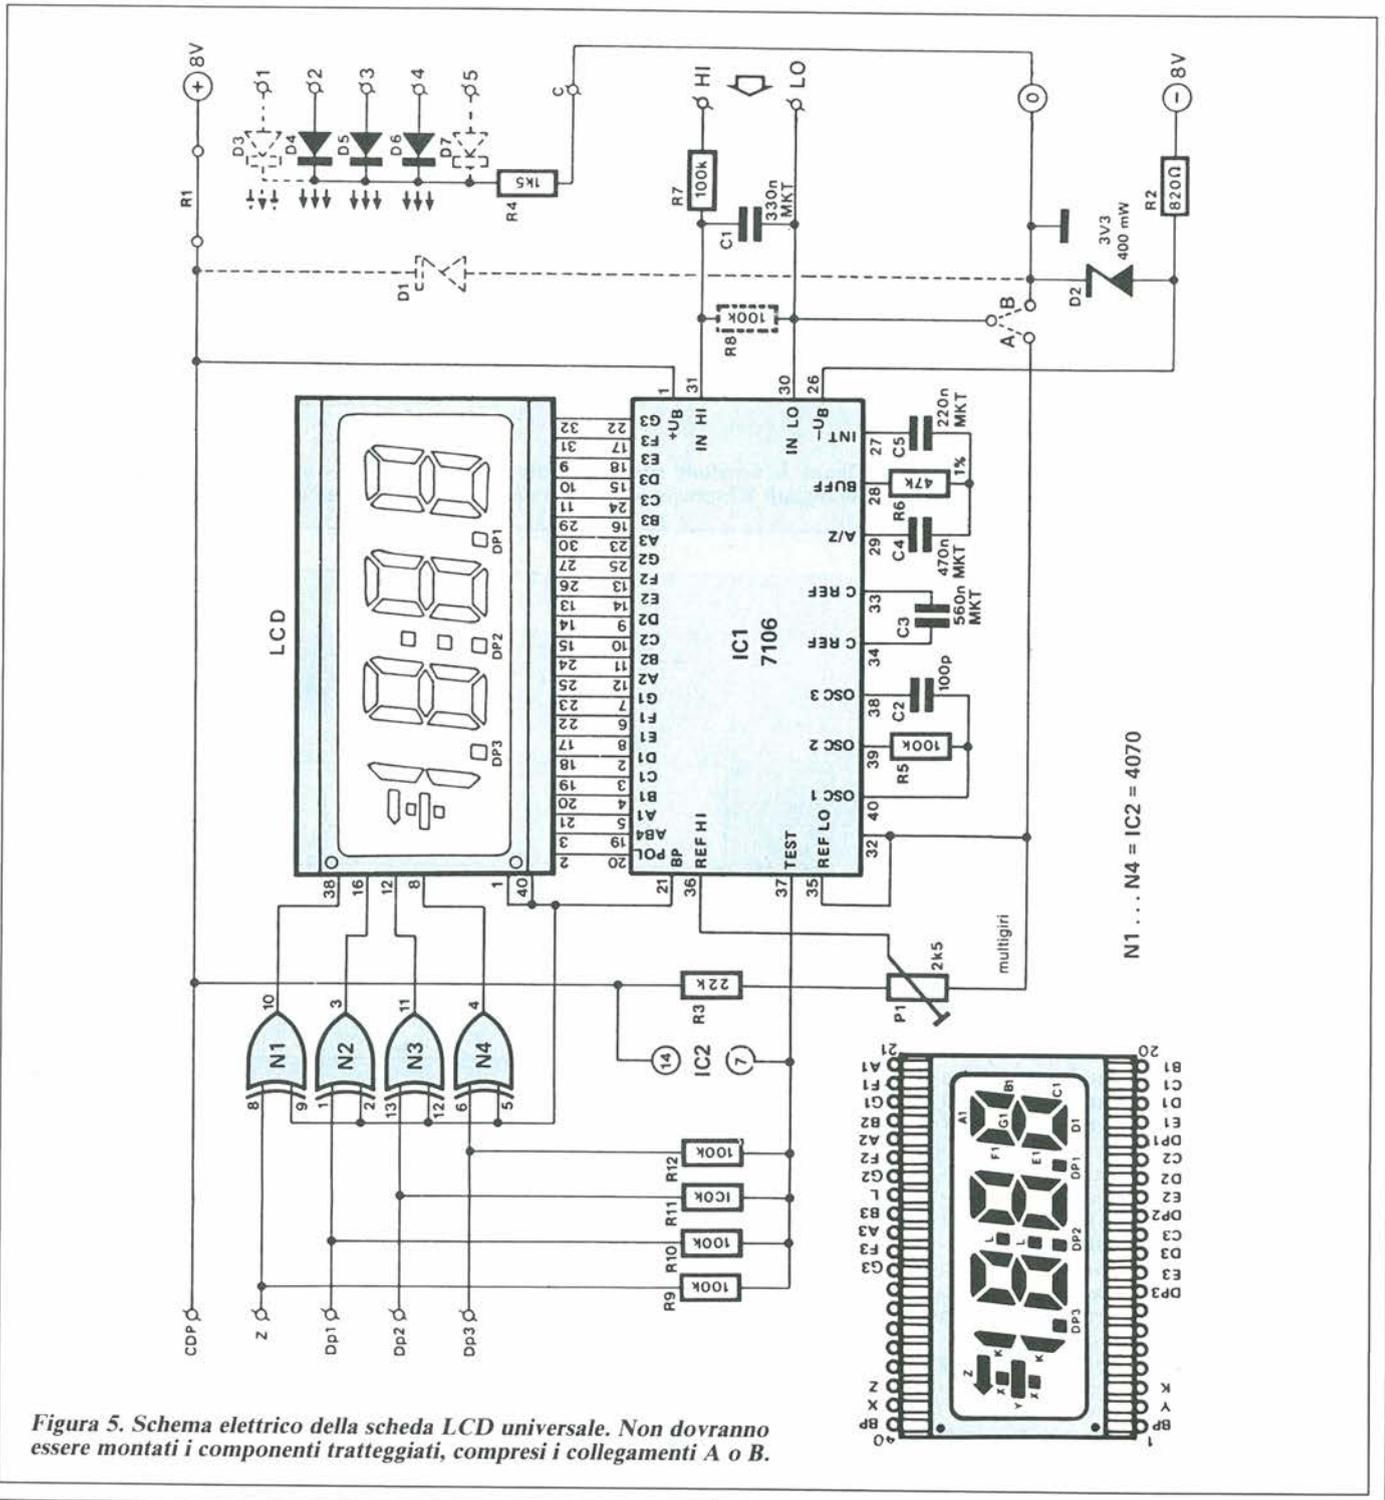

Figura 5. Schema elettrico della scheda LCD universale. Non dovranno essere montati i componenti tratteggiati, compresi i collegamenti A o B.
**Unità di visualizzazione (vedi Figura 5)**
montato in modo da trovarsi in contatto termico con il contenitore del chip convertitore. Il partitore di tensione R22-R23 fornisce il gradiente di 1 mV/dB, prima accennato, per il convertitore A/D contenuto nel pilota dell'LCD (IC1 in Figura 5).